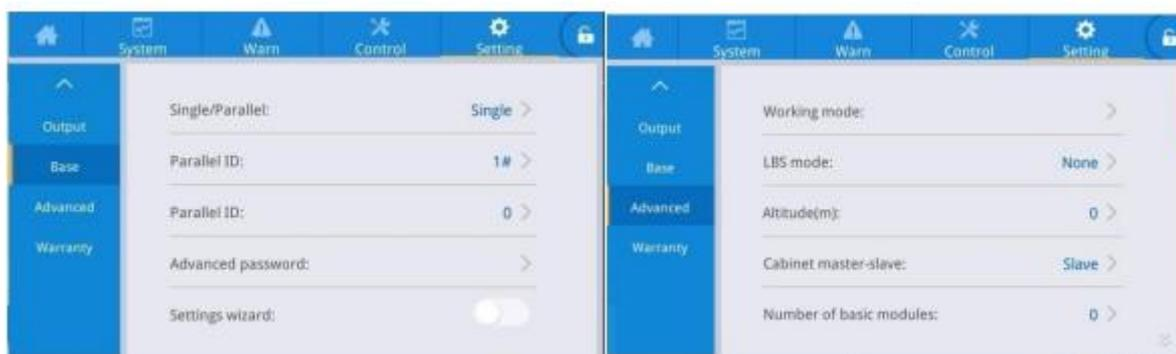

Рис. 4-8 Интерфейс настройки параллельных параметров
2. В интерфейсе настройки параметров выберите значение [cabinet number] 1, 2, 3, 4 , в параллельном режиме система поддерживает максимум 4 ИБП., см. рисунок 4-8.
4. В меню настроек интерфейса выберите опцию [rack master-slave setup] и установите один ИБП параллельной системы в качестве ведущего, а другой ИБП - в качестве ведомого. Опция ведущий-ведомый означает, что один ИБП является ведущим для мониторинга связи, а другие ИБП являются ведомыми для мониторинга связи. Параметры ведущего ИБП автоматически синхронизируются с ведомыми ИБП (для независимого блока батарей параметры батарей не синхронизируются), см. рис. 4-8.